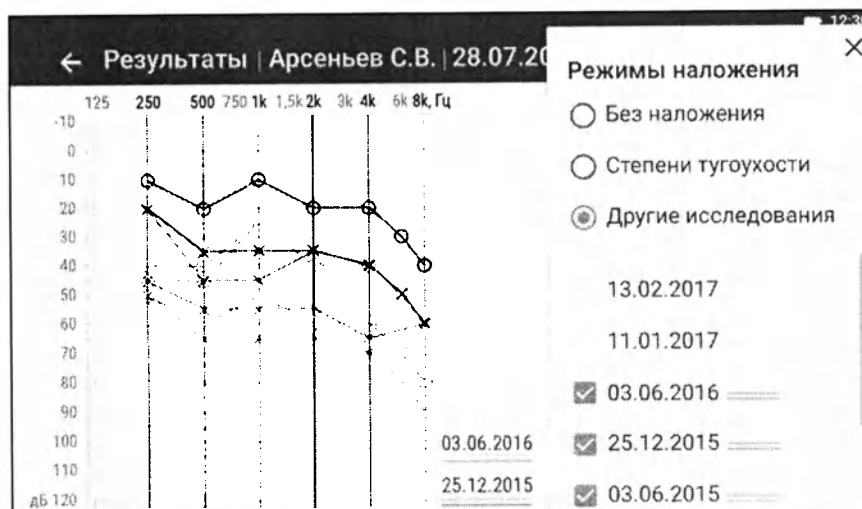

Рисунок 33 – Режим наложения «Другие исследования»
- ✓ Другие исследования – позволяет визуально сравнить аудиограммы выбранных исследований и проследить динамику изменений. Графики строятся на одном поле аудиограммы (рисунок 33) и выделяются различными цветами с указанием в